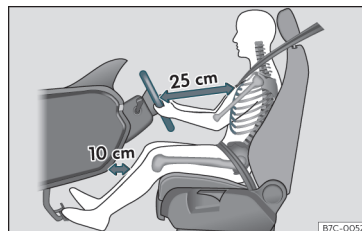

Fig. 6 La separazione corretta tra il conducente e il volante deve essere di 25 cm come minimo (10 pollici).
- Regolare il volante in modo che si trovi a una distanza di almeno 25 cm (10 pollici) dallo sterno » » » **fig. 6** e sia possibile tenerlo con entrambe le mani sui lati, all'esterno, con le braccia leggermente flesse.
- Regolare il sedile longitudinalmente in modo da poter premere completamente i pedali tenendo le ginocchia leggermente piegate e in modo tale che la distanza tra l'area del ginocchio e il cruscotto sia di almeno 10 cm (4 pollici) » » » **fig. 6.**